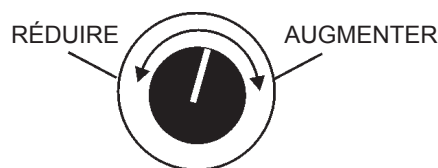

**Figure 22. Bouton du régulateur de tension**
3. Tourner le bouton du régulateur de tension (Figure 22) dans le sens horaire pour augmenter la tension de sortie, tourner dans le sens antihoraire pour diminuer la tension de sortie. Utiliser le bouton de réglage du régulateur de tension à chaque fois qu'un réglage fin de la tension de sortie est nécessaire.
3. Tourner le bouton du régulateur de tension (Tableau 7, Figure 22) dans le sens horaire pour augmenter la tension de sortie, tourner dans le sens antihoraire pour diminuer la tension de sortie. Utiliser le bouton de réglage du régulateur de tension à chaque fois qu'un réglage fin de la tension de sortie est nécessaire.